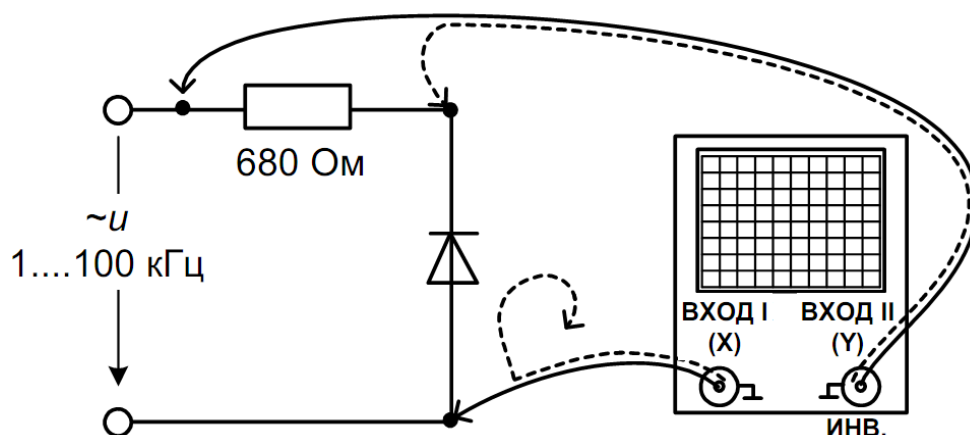

Рис. 5. Схема внешних соединений осциллографа
5. Соберите схему (рис. 5). Частота источника питания двухполярное (положительный и отрицательный полупериоды) по форме: синусоида (1); прямоугольная (2); треугольная (3). Частота указана в Приложении 1.
6. Устанавливая (изменяя) величину напряжения питания (AC-power) до максимального значения при заданной частоте. Амперметр на схеме (рис. 5) условно не показан. Снимите показания и занесите в табл. 2. Постройте графики для схем (рис.5).